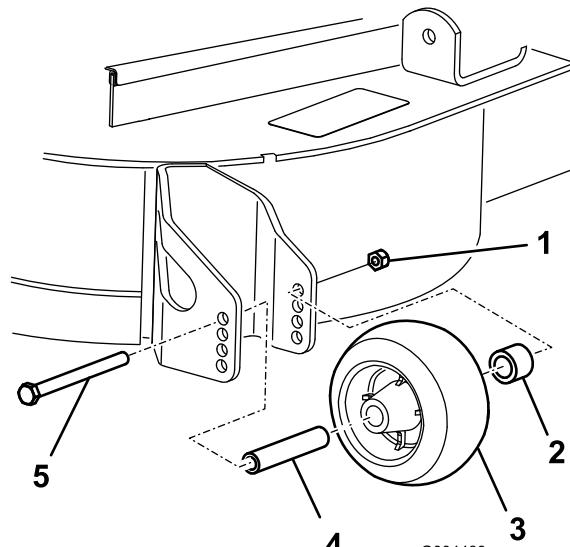

Figura 26
3. Depois de regular a altura de corte, ajuste os rolos retirando a porca flangeada, a bucha, a cunha e o parafuso (Figura 26).
5. Coloque a porca flangeada, a bucha, a cunha e o parafuso. Aperte com 54–61 Nm (Figura 26).